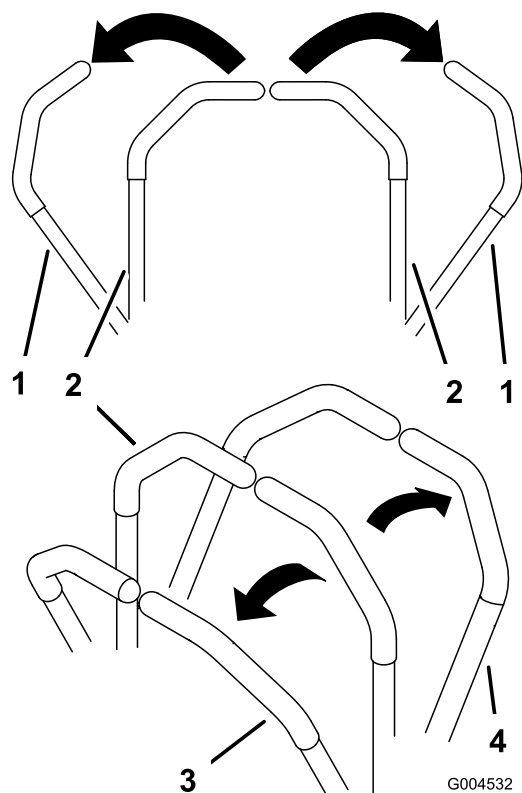

Figura 13
2. Per fare marcia avanti spingete lentamente in avanti le leve di controllo del movimento (Figura 13).
Per spostarvi in linea retta applicate una pressione identica su entrambe le leve di controllo del movimento (Figura 13).
Per girare, rilasciate la pressione sulla leva di controllo del movimento verso la direzione in cui volete voltare (Figura 13).
2. Per fare marcia indietro tirate lentamente indietro le leve di controllo del movimento (Figura 13).